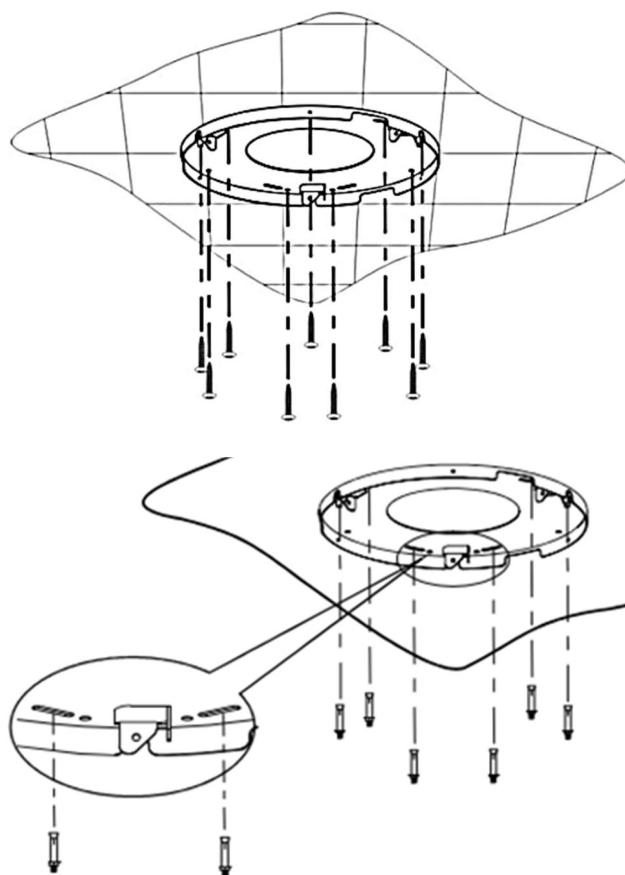

Рис.2
2. Потолок должен выдерживать как минимум 120 кг веса, толщина потолка должна быть ≥ 30 мм (рис. 2). Для эксплуатации прибора в вытяжном режиме просверлите в потолке круглое отверстие $\text{Ø} 170$ мм.